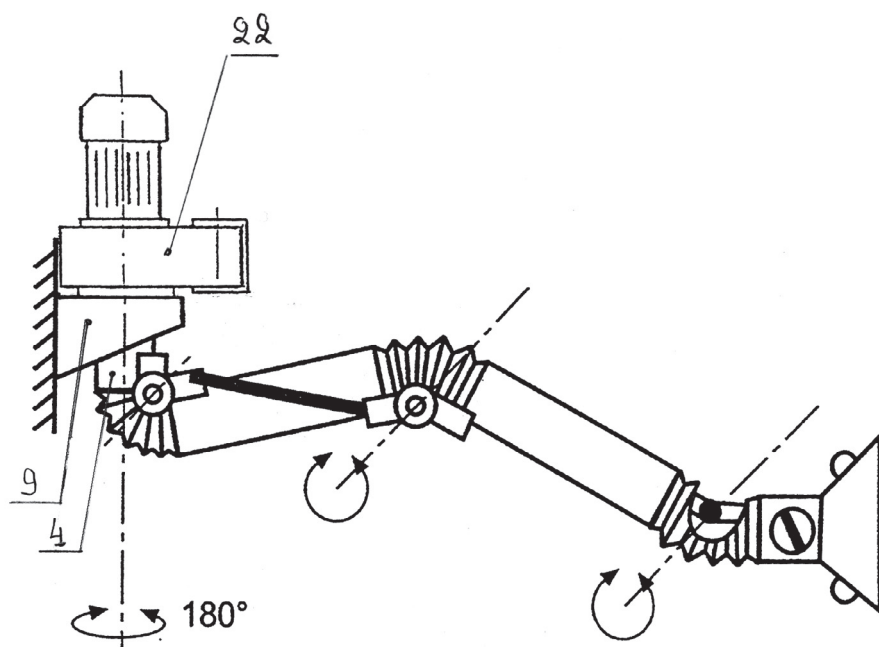

Рис. 4
На рис. 4 изображены воздуховытяжные устройства модификации с индексом «В» на примере устройства «Лиана В»
В модификациях устройств с индексом «В» (см. рис. 4) на кронштейне *9* установлен вентилятор *22*, входной патрубок которого жестко соединен с патрубком *4* устройства.
5.5. В устройствах модификаций с индексом «В» (рис. 4), установить вентилятор 22 на кронштейн 9, жестко и соосно соединив входной патрубок вентилятора с патрубком 4 устройства, и закрепить его на кронштейне 9 крепежом М6.